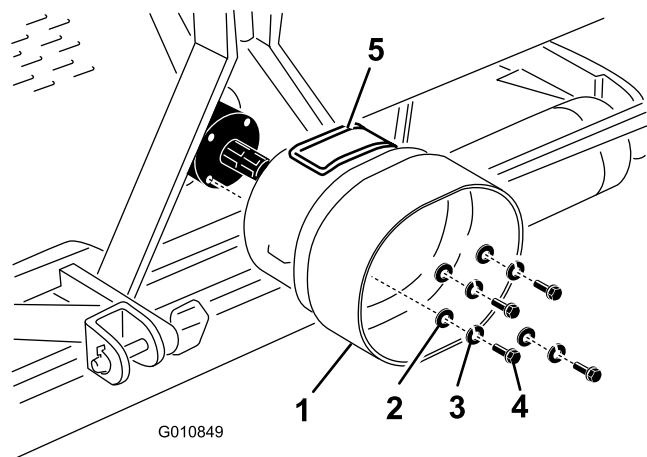

図 16
1. エアレータのギア・ボックス後部についているボルト、ロック・ワッシャ、平ワッシャ（各 4 個）を外す（図 16）。
注 アクセス・パネル (図 16) は、PTO シャフトの取り付けボルト類へのアクセスを容易にするためのパネルです。